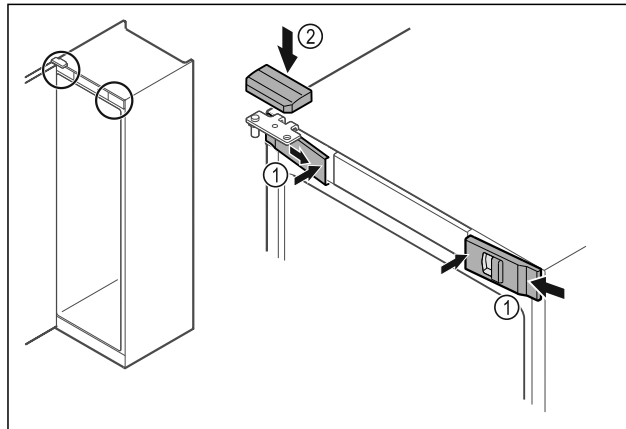

Fig. 53
- ▶ Bočno zakvačite prednje poklopce Fig. 53 (1) i uglavite ih iznutra.
- ▶ Uglavite gornji poklopac Fig. 53 (2) odozgo.